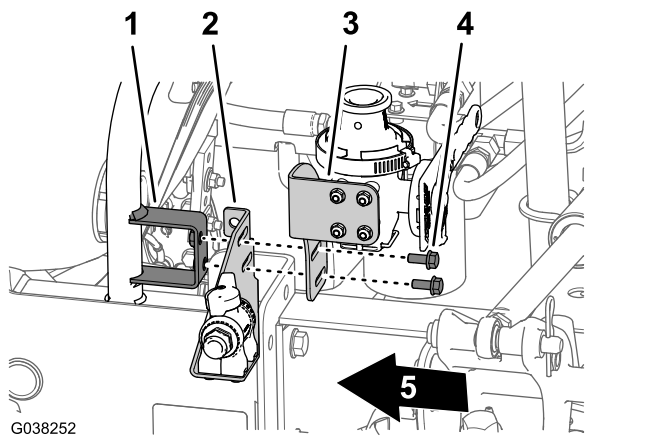

Рисунок 61
1. Совместите пазы в кронштейне дроссельного клапана перемешивания и пазы в кронштейне отсечного клапана эдуктора с отверстиями в креплении для кронштейна дроссельного клапана (Рисунок 61).
- Установите кронштейн клапана перемешивания и кронштейн отсечного клапана эдуктора на крепление для кронштейна дроссельного клапана (Рисунок 61) с помощью 2 болтов с фланцевыми головками (5/16 x 3/4 дюйма).